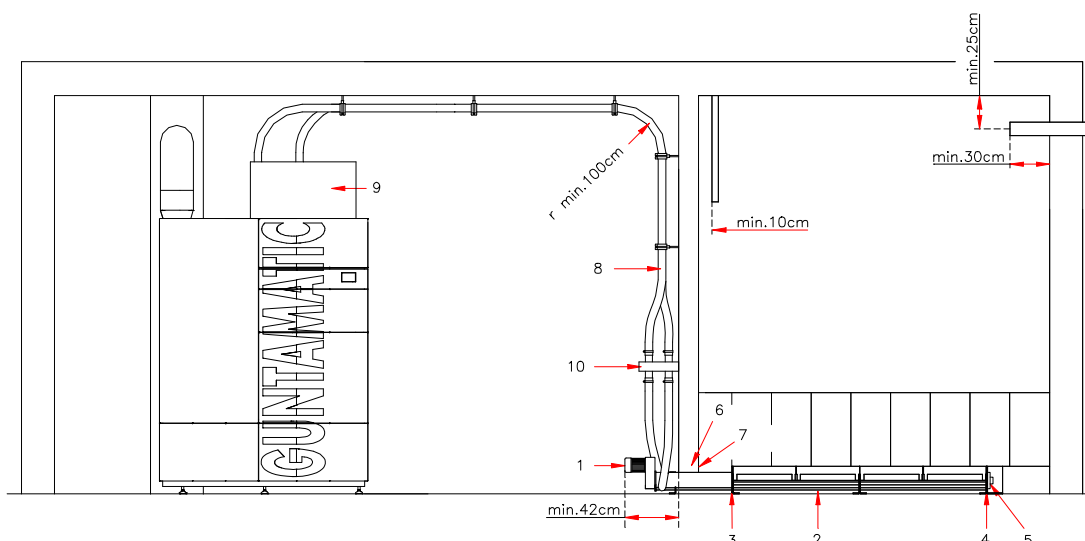

Fig.:2
1. Far passare l'unità motrice (1) Fig. 2 della coclea di estrazione attraverso il foro del muro del deposito.
2. A seconda della lunghezza della coclea, inserire i pezzi della coclea insieme al trogolo (2) Fig. 2 dal deposito sull'unità motrice (1) Fig. 2. Collegare i pezzi della coclea in modo che la pendenza della coclea continui a filo. Quindi avvitare saldamente il giunto a flangia dei trogoli con viti M 8 x 30 (3) Fig. 2 e rondelle di sicurezza. Accertarsi che i trogoli della coclea siano avvitati senza giunzioni al lato interno. Alla fine della coclea di estrazione avvitare la piastra flangiata (4) Fig. 2 con cuscinetto.
3. Allentare le viti perpetue (5) Fig. 2 sul cuscinetto e spingere la coclea fino in battuta in direzione dell'unità motrice, quindi stringere di nuovo le viti.
5. Posizionare la coclea di estrazione in modo che almeno 42 cm dell'unità motrice (vedi fig. 2) sporga dalla parete del deposito.
7. Riempire il passaggio a muro (6) fig. 2 con lana minerale. Ricoprire l'apertura con le lamiere di copertura (7) Fig. 2 internamente ed esternamente senza contatto.
1. I tubi di aspirazione (8) fig.2 del modulo di riscaldamento (9) Fig.2 del deviatore combustibile (10) devono essere posati con raggi grandi (minimo 100 cm) ed essere collegati al deviatore combustibile. Da ogni coclea di estrazione si deve condurre rispettivamente un tubo di aria di aspirazione e ritorno, anche con raggi grandi, verso il deviatore di combustibile ed essere collegati a questo.